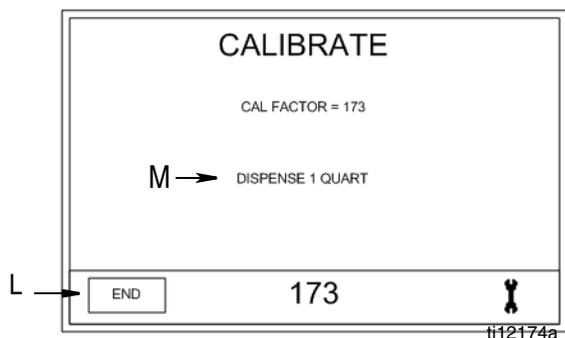

图 14
## 校准屏幕 ( 图 14 )
2. 使用向上或向下箭头向上或向下手动调节预设校准系数 ( 这只能在校准屏幕 1 ( 图 14 ) 上完成 )。
M. 分配：仅出现在屏幕 2 ( 图 14 ) 上。显示校准测试期间分配的操作员数量。
## 重新校准流量计（图 14）
请参见第 16 页的图 14，了解下面说明中提及的校准屏幕 1 和 2。